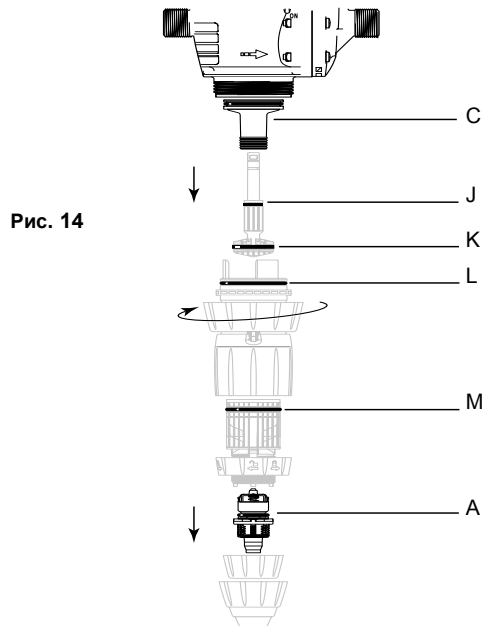

Рис. 14
- Замените изоляционные детали (**Рис. 14-С**) прокладки (**Рис. 14-J/K/L/M**) и всасывающий клапан (**Рис. 14-A**).